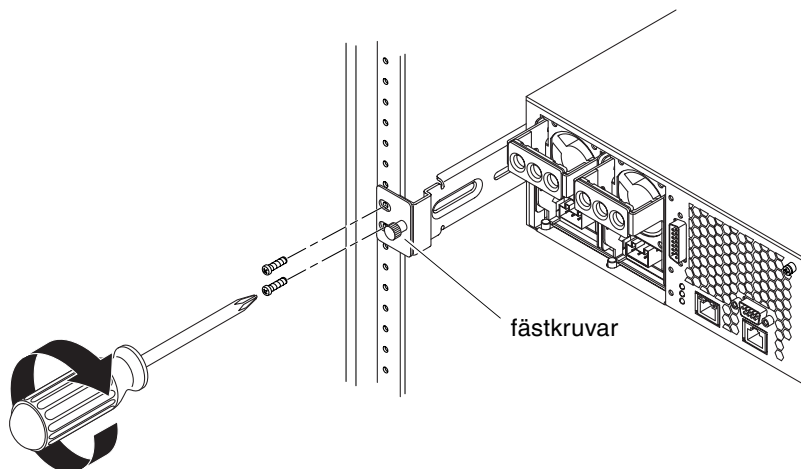

BILD 3-5 Skruva fast serverns baksida i racket
9. Vid rackets baksida använder du fästskruvarna för att skruva fast de två bakre monteringsflänsarna i de bakre monteringskenorna som sitter på servern (BILD 3-5).
10. Använd två skruvar för varje monteringskena och skruva fast de bakre monteringskenorna i rackets baksida (BILD 3-5).